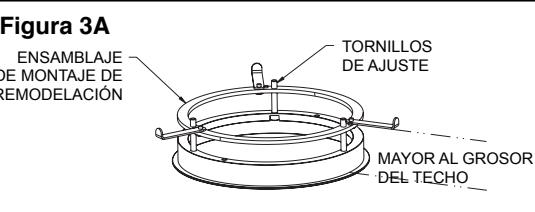

Figura 3A
3. Ajuste el ensamblaje de montaje de remodelación para que se abra más que el grosor del techo aflojando los tornillos de ajuste. (Vea la Figura 3A).